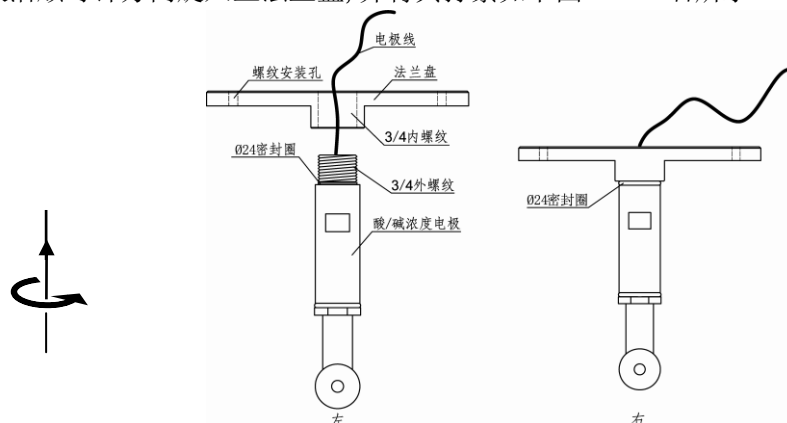

图 4.3.1
1) 给酸/碱浓度计电极垫上 Ø24 密封圈，然后将酸/碱浓度计电极线穿过上法兰盘螺纹孔，如下图 4.3.1 左，将电极沿顺时针方向旋入上法兰盘，并将其拧紧如下图 4.3.1 右所示：